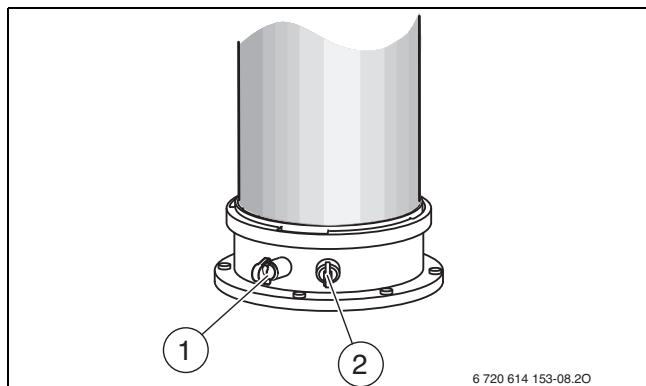

Fig. 46 Orificiu de măsurare a gazelor arse și orificiu de măsurare a aerului de ardere
- ▶ Îndepărtați dopurile de la orificiul de măsurare a gazelor arse [1] (→ Fig. 46).